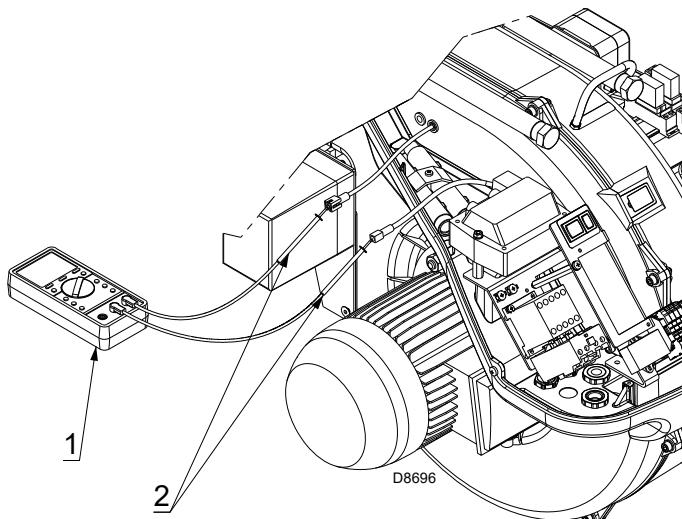

图 35
但是，如果有必要对离子电流进行测量时，断开离子探针电缆上的插头 - 插座 (2)(图 35)，插入一个量程为 $100 \mu\text{A}$ 的微安计 (1) (图 35)。